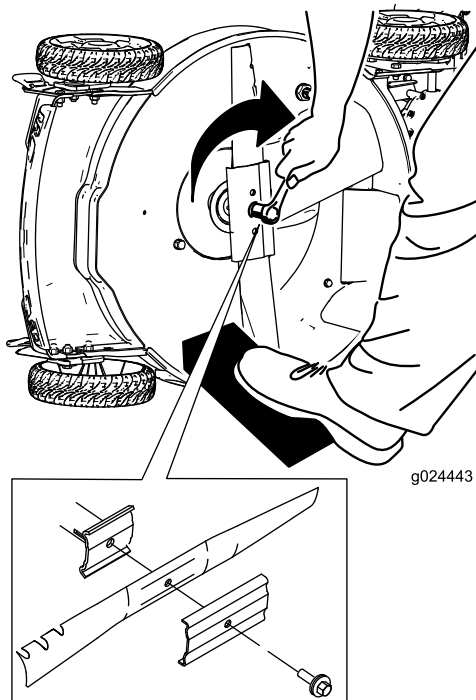

図 13
1. 新しいブレードを取り付ける。外したボルト類を使用する 図 13。